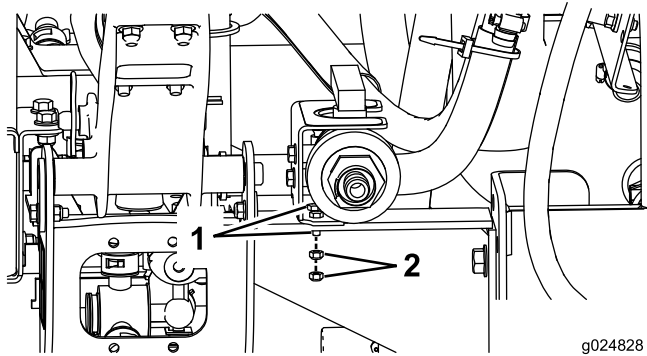

Figura 21
3. Instale a válvula de esfera e suporte de montagem da válvula na máquina com 2 parafusos de cabeça sextavada (6 mm) e 2 porcas flangeadas (6 mm) (Figura 21).